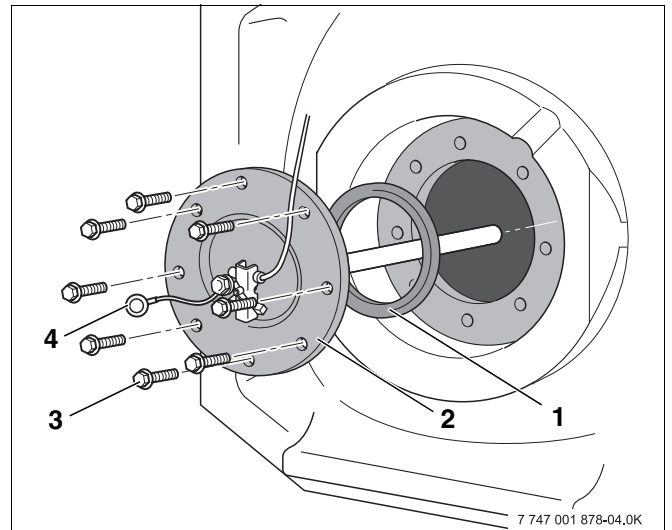

Abb. 16 Handlochdeckel einsetzen
- Wir empfehlen, nach der Reinigung eine neue Handlochdeckel-Dichtung (Abb. 16, **Pos. 1**) zu verwenden, um undichte Stellen am Warmwasserspeicher zu vermeiden.
- Handlochdeckel (Abb. 16, **Pos. 2**) mit Dichtung (Abb. 16, **Pos. 1**) wieder einsetzen.
- Ringöse des Massenanschlusskabels (Abb. 16, **Pos. 4**) mit einer Sechskantschraube und der Zahnscheibe montieren.
- Montieren Sie die Ringöse des Massenanschlusskabels (Abb. 16, **Pos. 4**) mit einer Sechskantschraube am Handlochdeckel elektrisch gut leitend, um die Funktion der Magnesiumanode zu gewährleisten.
- Sechskantschrauben (Abb. 16, **Pos. 3**) am Handlochdeckel „handfest“ eindrehen.
- Anschließend die Sechskantschrauben (Abb. 16, **Pos. 3**) mit einem Drehmomentschlüssel 25-30 Nm nachziehen.